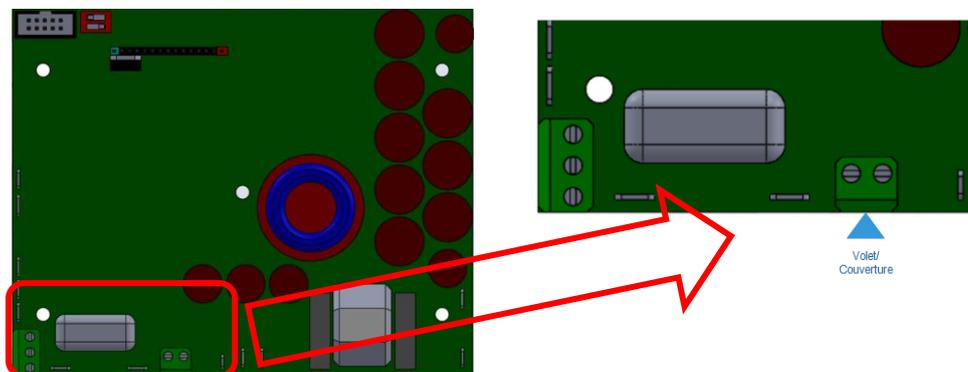

Figure 4
- Repérer dans le coffret électrique du volet automatique le contact de fin de course (un contact sec, sans alimentation). Certains fabricants de volets identifient spécialement ce contact pour le pilotage des électrolyseurs. Ce contact doit être de type Normalement Ouvert. (NO)
- Relier les bornes du contact sec (NO) par 1 câble à 2 conducteurs de faible section au bornier de la carte électronique située à l'intérieur du boîtier de commande de l'électrolyseur comme indiqué sur la Figure 4 ci-dessous.